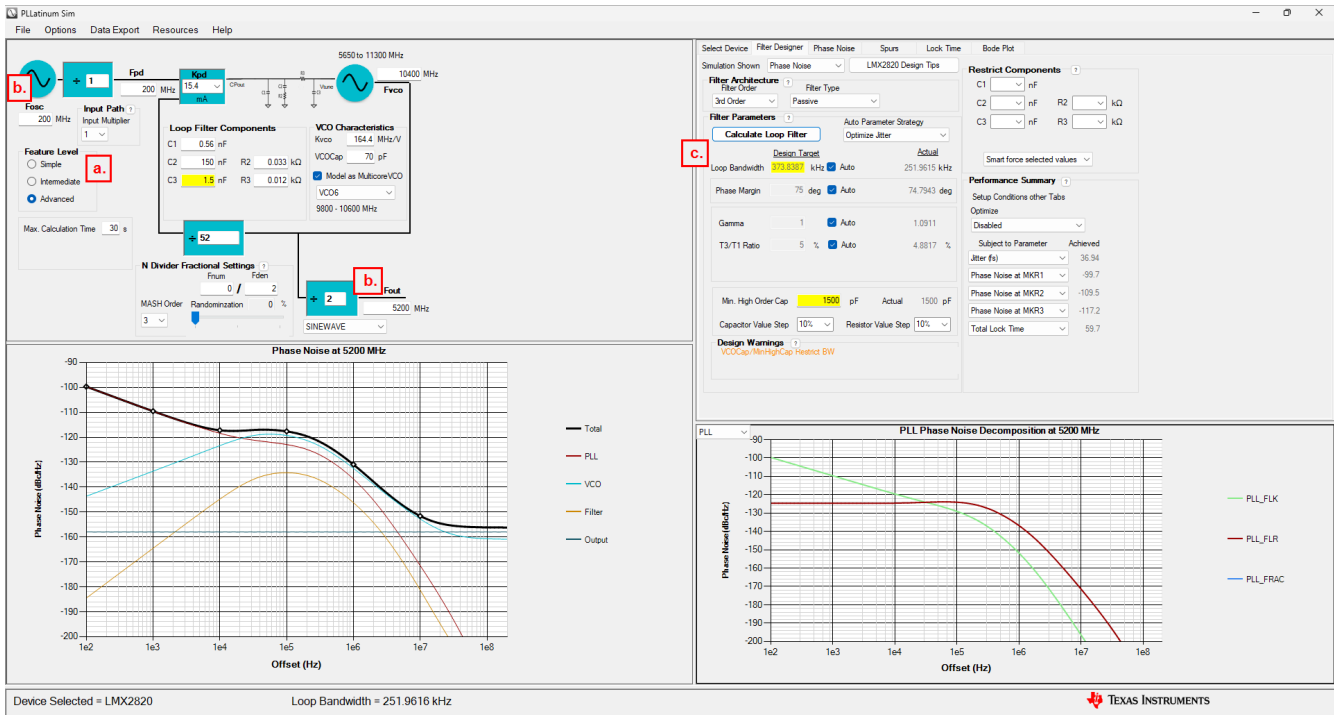

図 10-2. PLLatinum Sim でのアプリケーションのシステム要件の設定
2. システム要件に基づいて F_{osc} と F_{out} を入力します。セクション 9 のシステムでは、 F_{osc} は 100MHz、 F_{out} は 5200MHz です。図 10-2 に手順を示します。